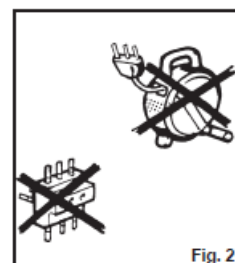

Fig. 2
- Se recomandă evitarea utilizării prelungitoarelor sau a adaptoarelor (Fig. 2); în cazul în care acestea sunt indispensabile, verificați dacă caracteristicile lor sunt adecvate sarcinii aplicate.